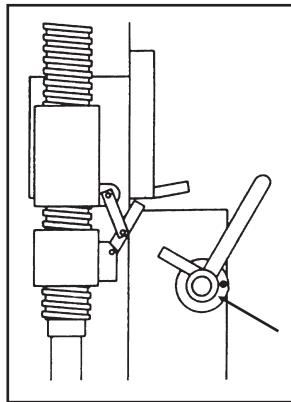

Fig.56 Abb.56
nati come indicato in fig.56. In caso di rottura della coppia in
must be in the position shown in fig. 56.
3) Avant la mise en service, s'assurer que les blocages mécaniques de sécurité soient positionnés comme sur la fig. 56. En cas de rupture de la goupille qui maintient la sécurité ouverte, la remplacer avec une de celles fournies dans le sachet d'accessoires.
3) Vor des Ingangsetzens, muß man sich versichern, daß die mechanische Sicherheitsvorrichtungen, die in der untere Teil der Säulen sind, wie im Abbildung 56 positioniert sind. Wenn der Eisensplint der mechanische Sicherheitsvorrichtung kaputt ist, soll man ihn einsetzen. Der neue Splint ist in dem Zusatzteilenpaket.
3) Antes de la puesta en marcha, cuidar que los bloqueos mecánicos de seguridad en la parte inferior de las columnas sean colocados según se indica en la Fig. 56. En caso de rotura del pasador de hierro que sujeta la seguridad mecánica, reemplazarlo con aquello que se halla en la caja de accesorios.